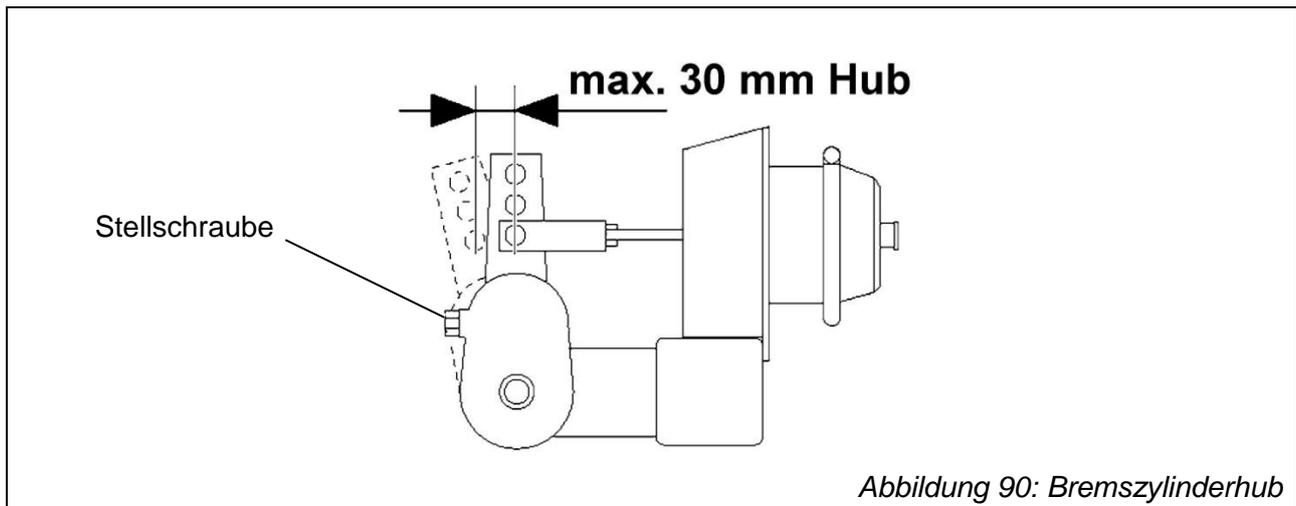

Abbildung 90: Bremszylinderhub
- ⇒ Messen Sie den Bremszylinderhub gemäß Abbildung 90.